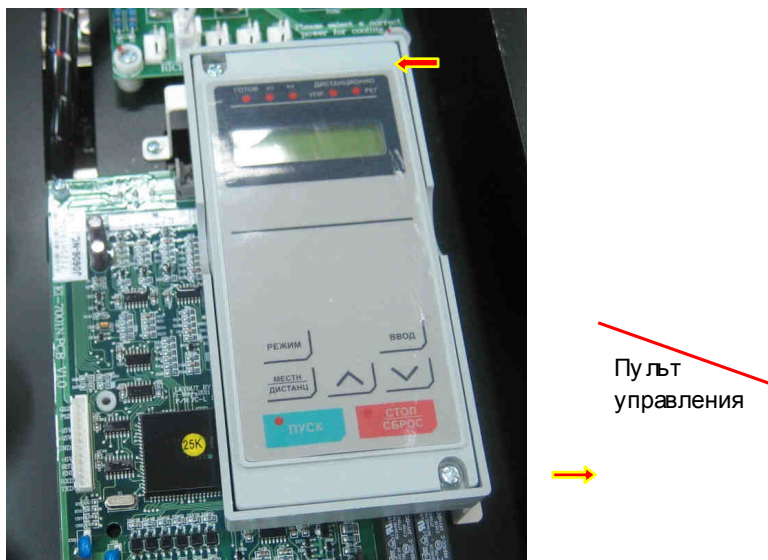

Рис. 6.2.
6.2.1. Выкрутить два винта крепления пульта управления (рис. 6.2, красные стрелки). Положить винты в тару.